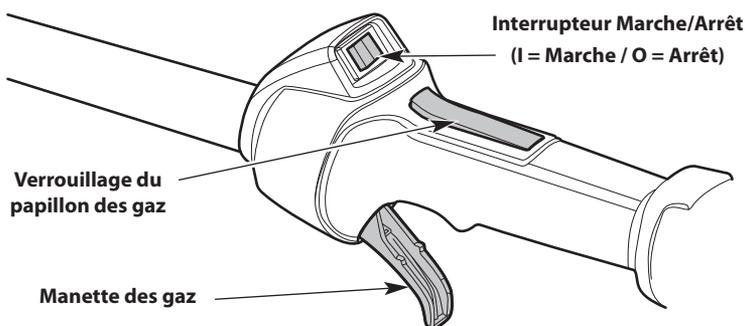

Fig. 10
REMARQUE : Il n'est pas nécessaire de démarrer l'appareil. L'interrupteur de marche/arrêt est constamment en position de **Marche (I)** (Fig. 10).
4. Appuyez sur le bouton de verrouillage de la manette des gaz et maintenez-le enfoncé (Fig. 10). Serrez la manette des gaz et maintenez-la enfoncée (Fig. 10).
2. Appuyez sur l'interrupteur de marche/arrêt et maintenez-le enfoncé en position **d'Arrêt (O)** jusqu'à ce que le moteur s'arrête complètement (Fig. 10).
5. Appuyez sur le bouton de verrouillage de la manette des gaz et maintenez-le enfoncé (Fig. 10). Serrez la manette des gaz et maintenez-la enfoncée (Fig. 10).